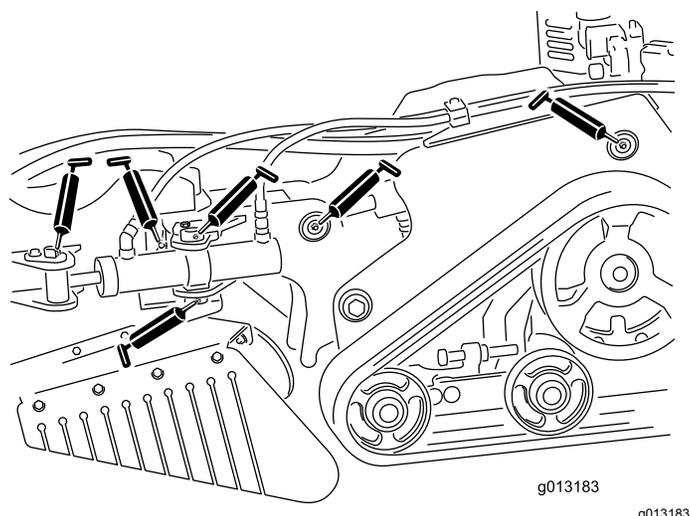
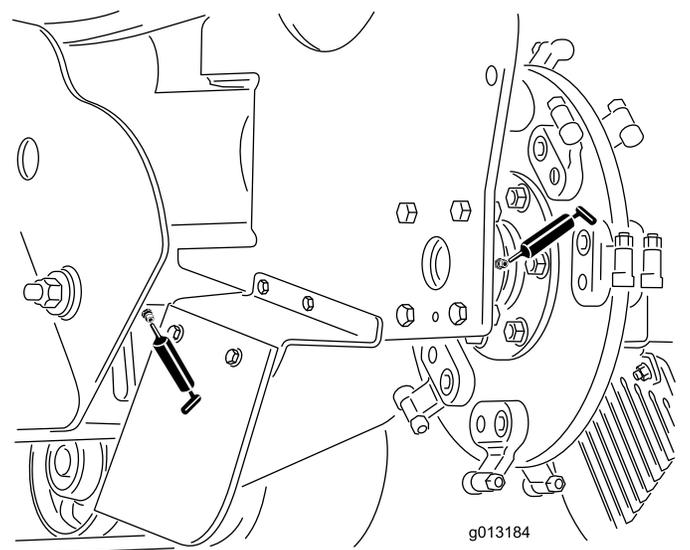

図 24
図 25
4. ニップルにグリスガンを接続する 図 24 と 図 25。